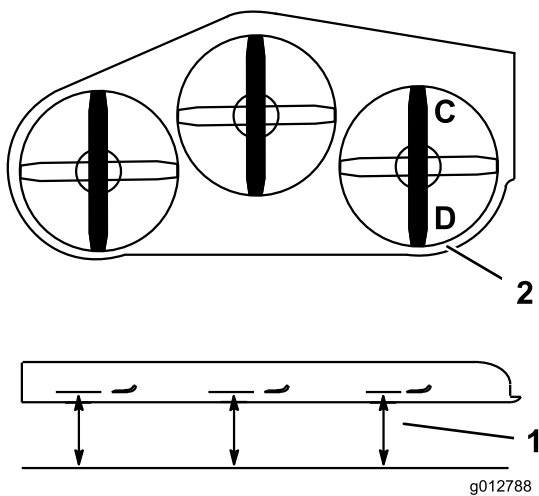

Figure 84
- Tournez la lame droite dans le sens longitudinal (Figure 84).
- Mesurez et notez la distance au point **C** entre la surface plane et le tranchant de la pointe de la lame droite (Figure 84).
- Mesurez et notez la distance au point **D** entre la surface plane et le tranchant de la pointe de la lame droite (Figure 84).
- La lame doit être plus basse de 6 à 10 mm (1/4 à 3/8 po) au point **C** qu'au point **D** (Figure 84). Si ce n'est pas le cas, passez aux étapes suivantes.